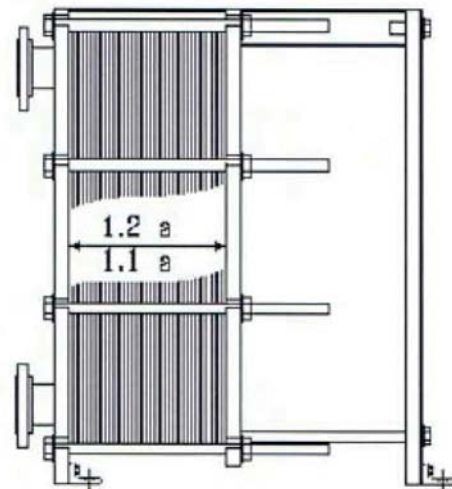

Figure 3.2 Le desserrage du faisceau pour l'entreposage
- Réduire la compression du faisceau de 10 à 20% (voir figure 3.2).